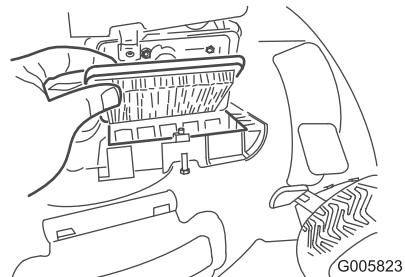

Figure 24
- Remplacez le filtre à air (Figure 24).